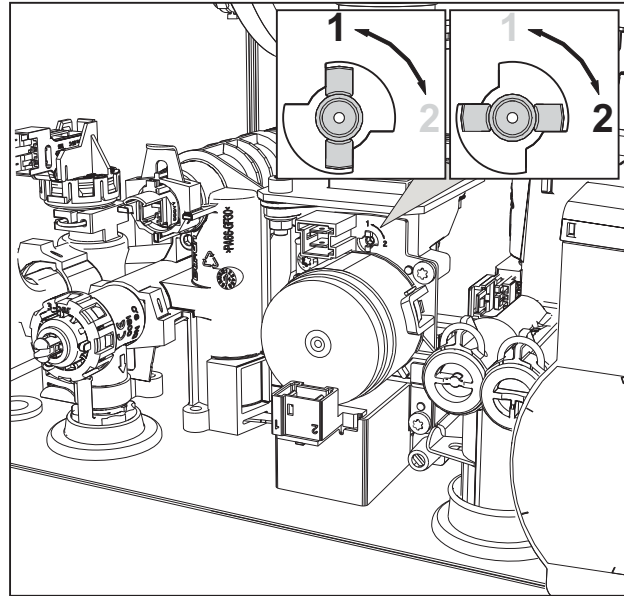

fig. 32
3. Gire el regulador (fig. 32) según la posición indicada en la tabla 7.